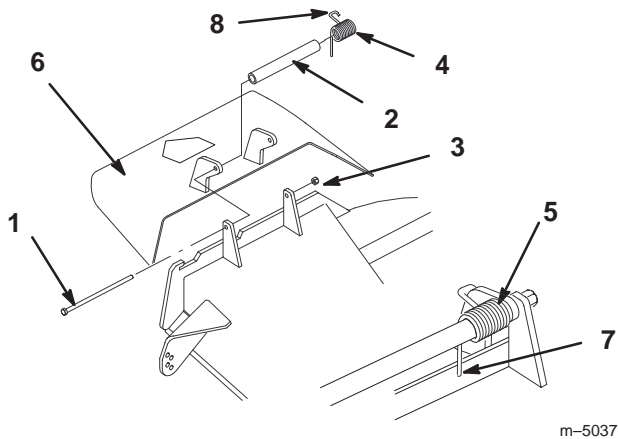

Figure 63
1. Retirez le contre-écrou, le boulon, le ressort et l'entretoise qui fixent le déflecteur aux supports de pivot (Fig. 63). Enlevez le déflecteur s'il est endommagé ou usé.
Remarque : Prenez soin de placer l'extrémité droite du ressort derrière le bord du plateau avant de mettre le boulon en place, comme indiqué à la Figure 63.
3. Remettez le boulon et l'écrou. Accrochez l'extrémité crochue du ressort au déflecteur d'herbe (Fig. 63).